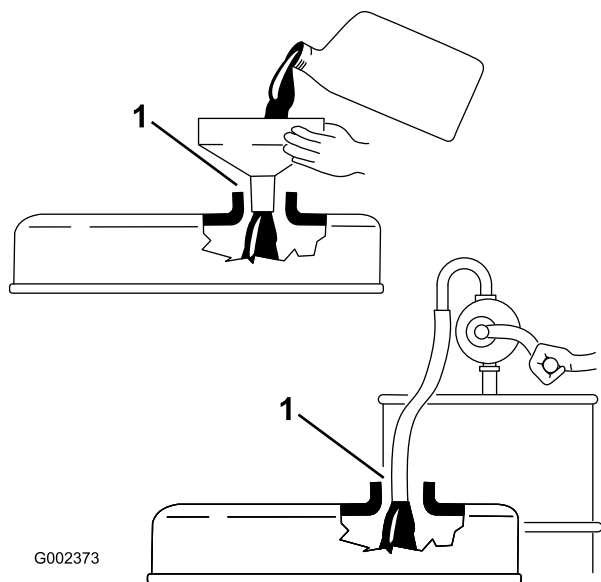

図 24
**重要** エンジン・オイルを補給するときには、ディップスティックを抜いておいてください。Wエンジン・オイルを補給する時には、補給口とジョウゴなどの間に **必ず** 図 24に示す